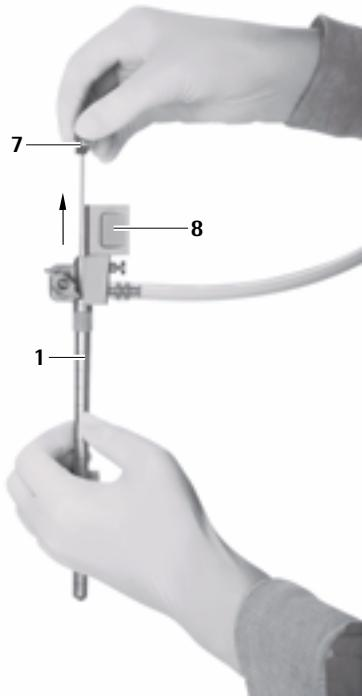

Fig. 9
- Extraer con cuidado el obturador para el canal de trabajo oval 7 del trócar MINOP inVent 1, ver Fig. 9.